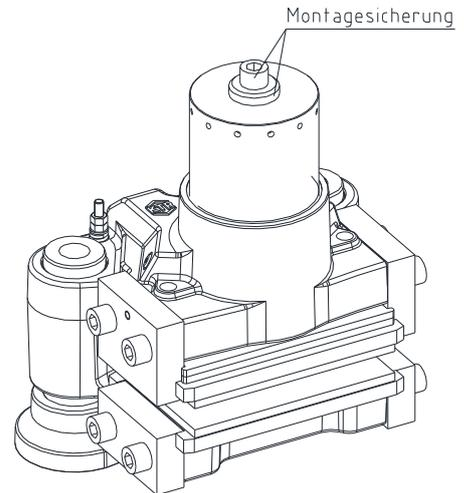

Bild 17: Montagesicherung
- Entfernen Sie die Schraube mit Scheibe (Montagesicherung, siehe Bild 17) aus dem Zentrierbolzen (Bauteil 1.8).
- Schrauben Sie die Schraube mit Scheibe (Montagesicherung, siehe Bild 17) in den Zentrierbolzen (Bauteil 1.8) ein.
- Schrauben Sie die Schraube mit Scheibe (Montagesicherung, siehe Bild 17) handfest in die Einstellmutter (Bauteil 1.7) ein.
- Schrauben Sie die Schraube mit Scheibe (Montagesicherung, siehe Bild 17) handfest in den Zentrierbolzen (Bauteil 1.8) ein.